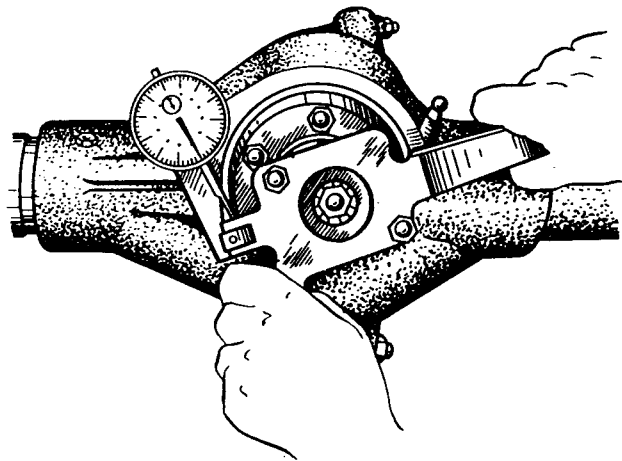

Bild 146. Prüfung des Flankenspiels in der Verzahnung der Haupttrieberräder
2. Flankenspiel zwischen den Zähnen des Antriebsrades und des Tellerrades messen, welches 0,2...0,6 mm betragen muß. Die Messung ist am Flansch des Antriebsrades auf einem Halbmesser von 40 mm vorzunehmen (Bild 146).